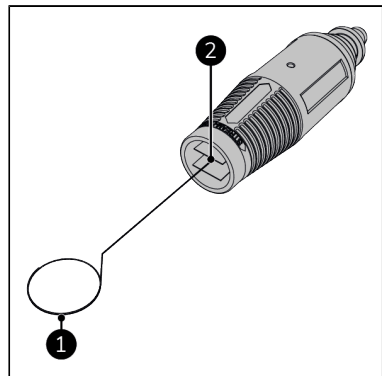

Abbildung 62.
3. Ziehen Sie die Düse (Abbildung 62, Pos. 2) aus der Verlängerungslanze (Abbildung 46, Pos. 2).
4. Reinigen Sie die Düse mit dem Reinigungsstift (Abbildung 62, Pos. 1).